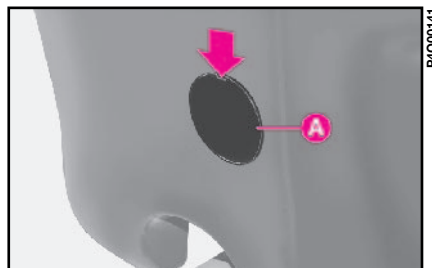
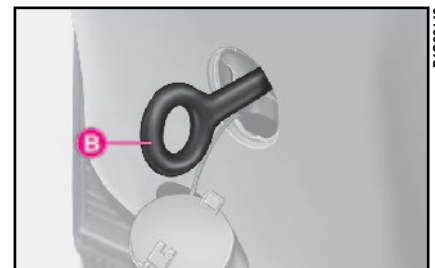

fig. 48
fig. 49
4) Enlever le cache **A-fig. 48** sur le pare-chocs arrière en s'aidant d'un tournevis dans le point indiqué par la flèche et visser à fond l'anneau **B-fig. 49** sur l'axe fileté qui devient visible en enlevant le cache.